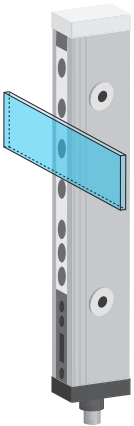
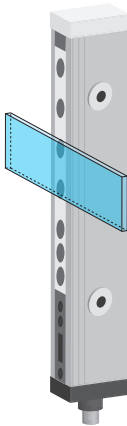

Bild 1
Bild 2
- Das Objekt in Bild 1 wurde eingelernt. Es bewegt sich nun im Messfeld nach unten. In Bild 2 würde es nun ohne Toleranzfunktion nicht mehr erkannt werden, da eine andere Anzahl an Strahlen unterbrochen ist als beim Einlernen.